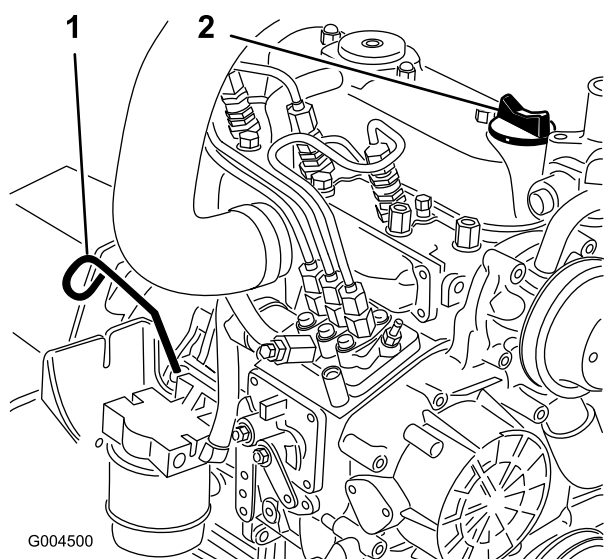

Figura 45
2. Retire a vareta (Figura 45), limpe-a e volte a colocá-la. Retire a vareta e verifique o nível de óleo.
3. Se o nível de óleo se encontrar abaixo da marca Full (Cheio) da vareta, retire a tampa de enchimento (Figura 45) e adicione óleo até que o nível atinja a marca Full.